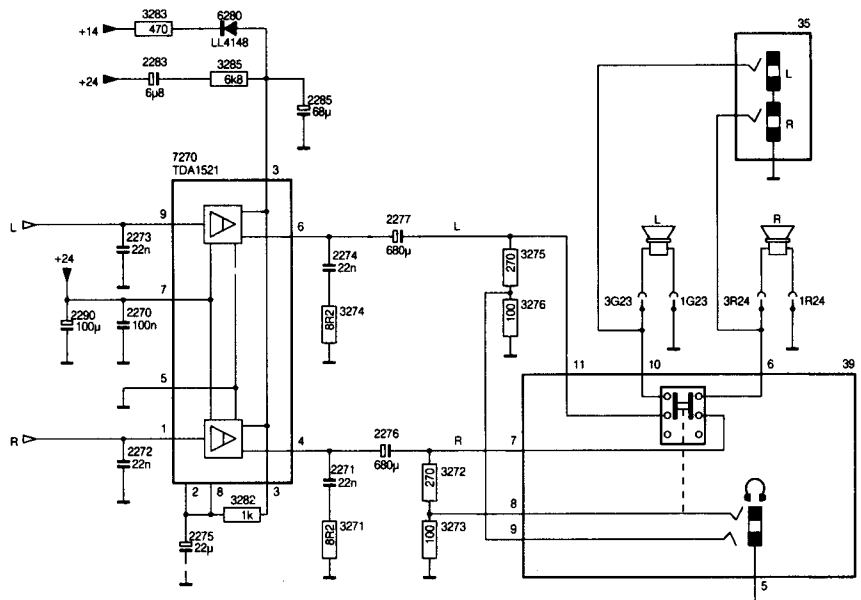

Bild 10.10
10.8 Der Endverstärker (Bild 10.10)